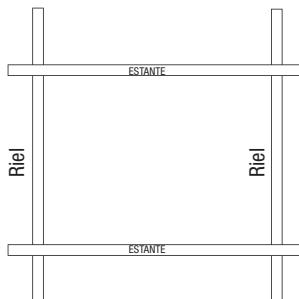

Figura 3
PASO 4: Una vez instalados todos los soportes, ubique cada una de los estantes de 20,32 cm x 60,96 cm en la parte superior de cada par de Ménsulas de 20,32 cm, como se muestra en la **Figura 3**.